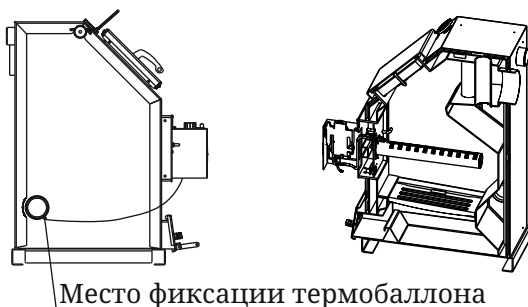

Рисунок 8. Установка ГГУ на котел «Оптимус Газ 20»
Для установки ГГУ (рисунок 8), необходимо:
3. Термобаллон зафиксировать на патрубке «обратки» металлическим хомутом (рисунок 8). Общий вид регулятора подачи газа см. рисунок 9.